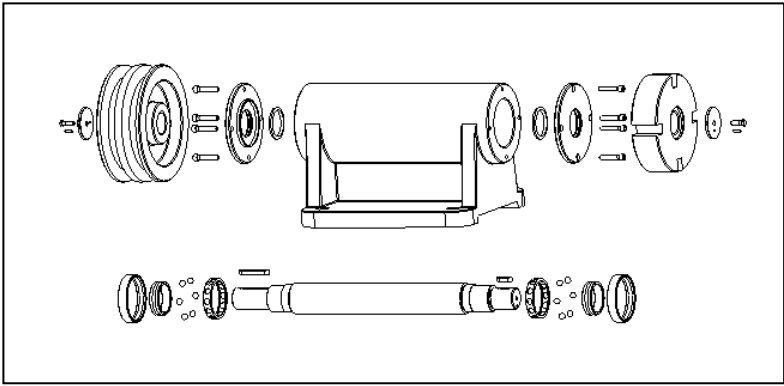

图 9.2.4 视图只读模式打开工程图
Step3. 在“文件打开”对话框中，先选取工程图文件“asm_milling_base_drw.drw”然后单击 **打开** 按钮中的 ▾ 按钮，在下拉列表选取 **仅查看** 命令，系统就会快速打开该工程图文件，如图 9.2.4 所示。